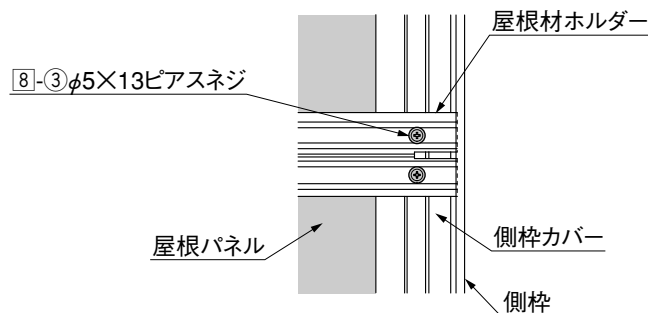

図5-8
- 側枠カバー側のネジだけを固定して、反対側は次の屋根パネルとアーチカバーを取付けた後で固定してください。(図5-8参照)